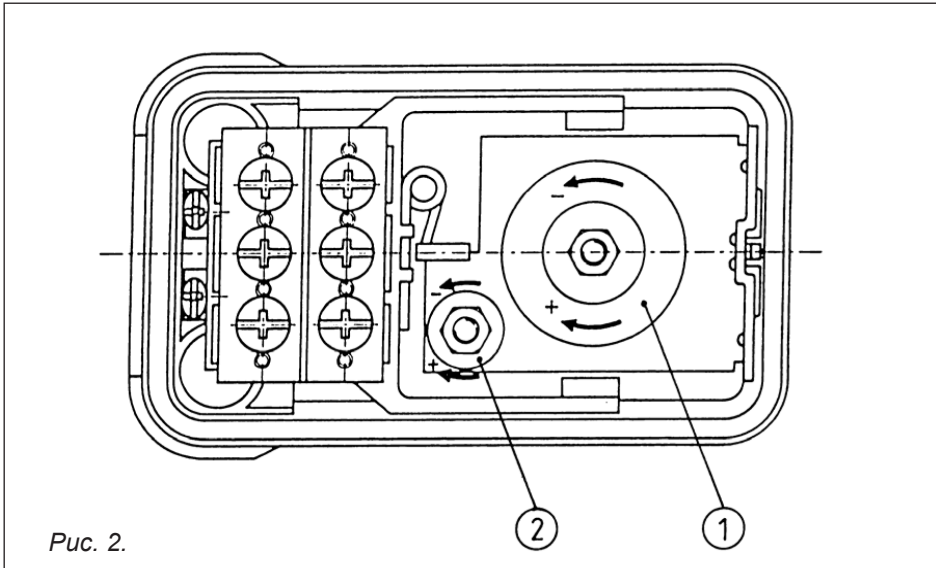

Рис. 2.
- Установить требуемое давление поворотом гайки (рис. 2, поз. 1).
- Проверить давление выключения на манометре и корректировать его, если требуется, поворотом гайки (рис. 2, поз. 1).
- Давление включения устанавливается регулировочной гайкой (рис. 2, поз. 2).